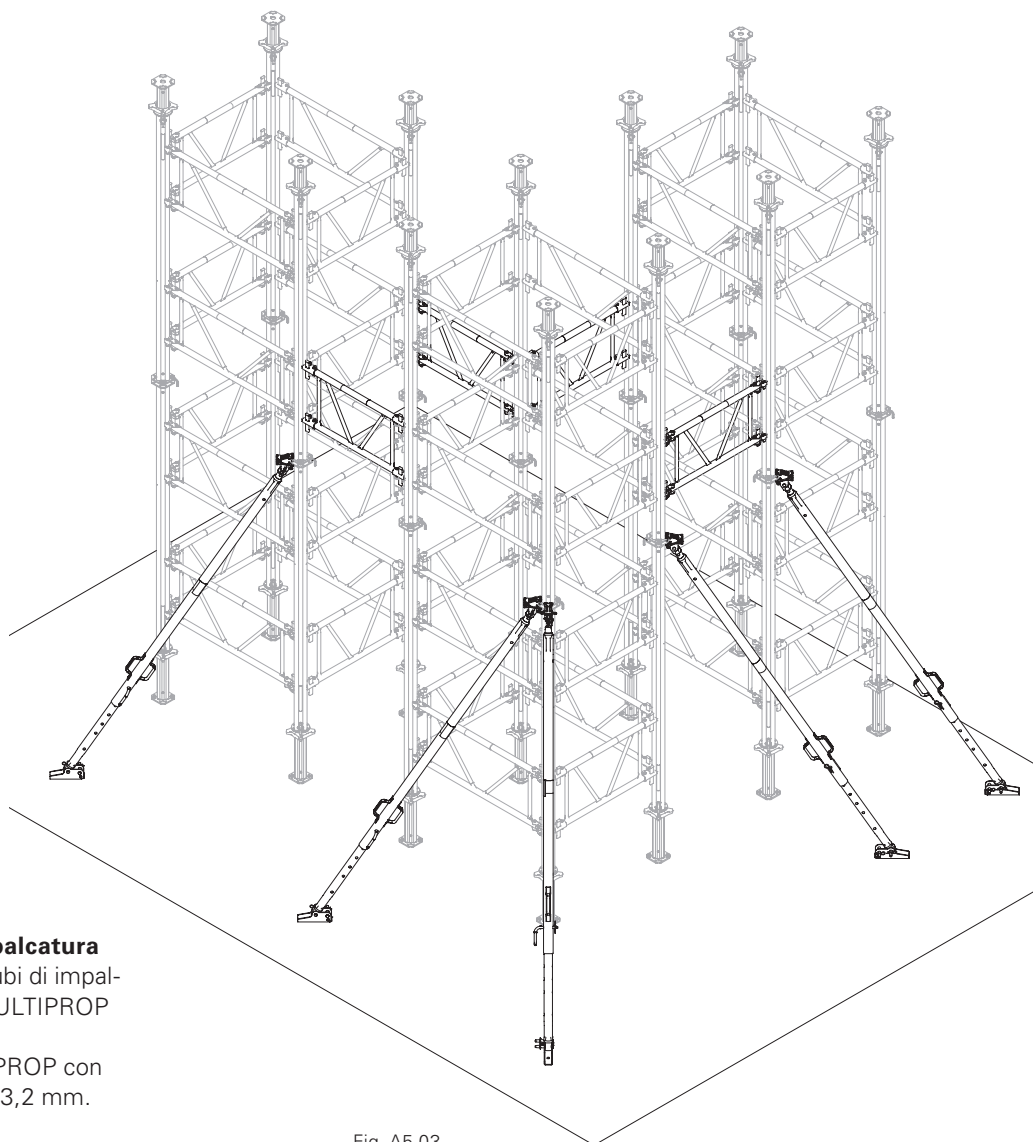

Fig. A5.03
2. Montare telai MP MRK tra una torre e l'altra. (Fig. A5.03)